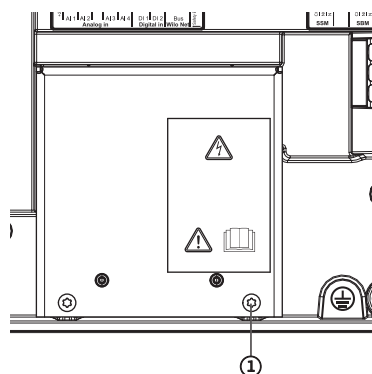

Fig. 114: EMC-beschermplaatje
4. Draai de schroeven van het EMC-beschermplaatje (Fig. 114, pos. 1) los en verwijder het beschermplaatje.